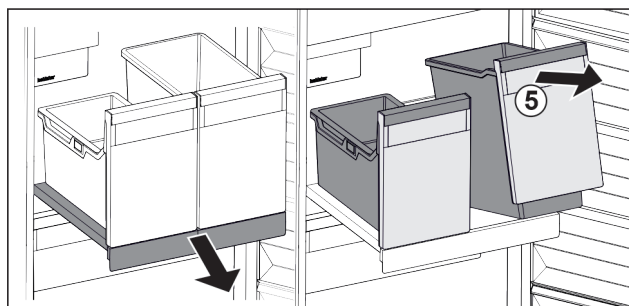

Fig. 123
- Behälter Fig. 123 (5) vorne anheben.